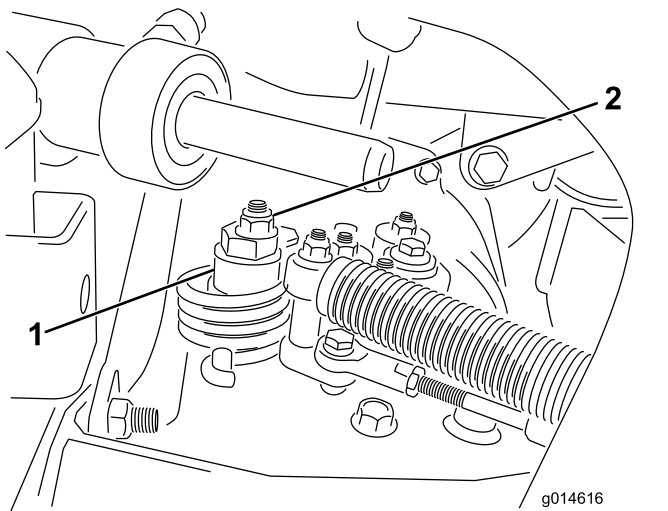

Figure 43
- A. Desserrez l'écrou de fixation de l'excentrique en haut de l'hydrostat (Figure 43).
- C. Tournez l'excentrique jusqu'à ce que la roue ne tourne plus dans aucune direction. Lorsque la roue arrête de tourner, serrez l'écrou pour bloquer l'excentrique et le réglage (Figure 43). Vérifiez le réglage avec la commande d'accélérateur en position BAS RÉGIME, puis HAUT RÉGIME.